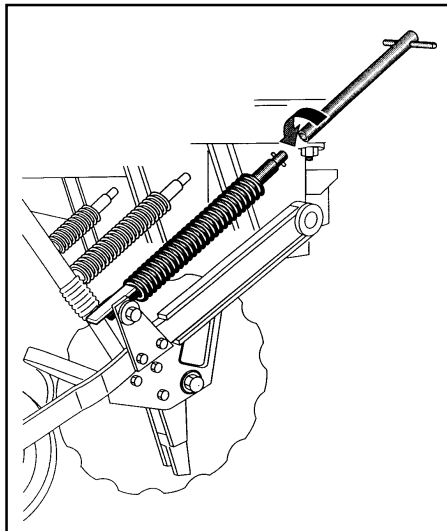

fig. 19
- Modificando la tensión del muelle (fig. 19)